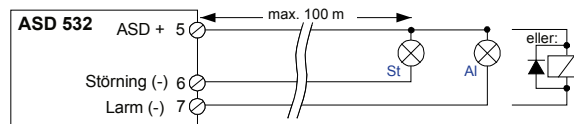

Bild 40 Anslutning av OC-utgångar
- Vid anslutning av induktiva enheter (t.ex. reläer) ska en snubberdiод monteras direkt vid enheten se **Bild 40**.